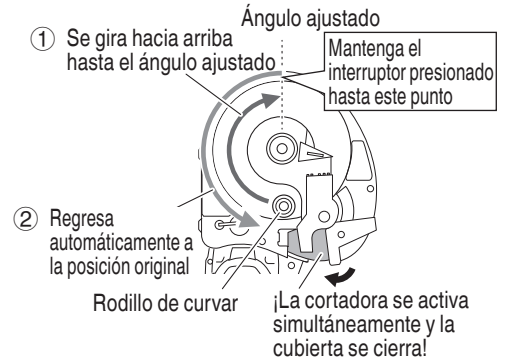

Fig. 17
Liberar el interruptor dentro del área ① aplicará un freno que detendrá la operación. (Fig. 17)
Liberar el interruptor dentro del área ② devolverá automáticamente la cortadora superior y el rodillo de curvar a sus posiciones originales. (Fig. 17)